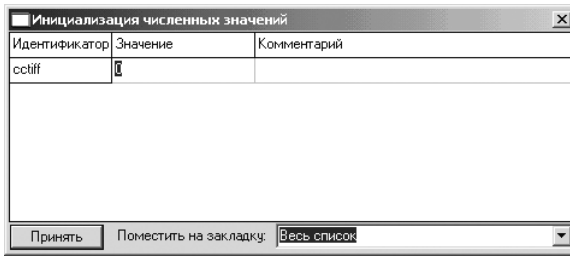

Рис. 1.33. Диалоговое окно **Инициализация численных значений** с введенным идентификатором
- введите в окне **Инспектор** в таблице в поле **c** имя идентификатора – **cstiff** (коэффициент контактной жесткости) и нажмите клавишу **Enter**. Появится диалоговое окно **Инициализация численных значений**, см. рис. 1.33;